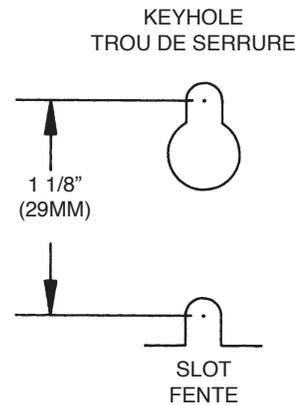

FIGURE 1
- 2) Percer deux trous de 1/8 po (3 mm) sur le point central de la surface de montage. La Figure 1 peut être utilisé comme gabarit.